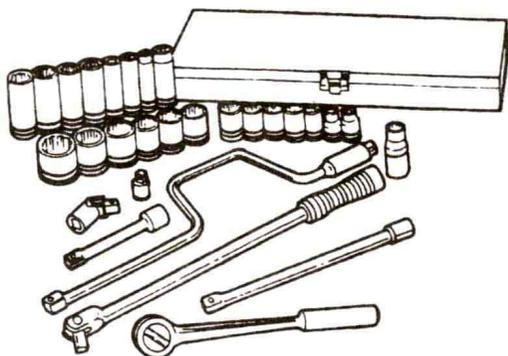

图1-8 各种标准型套筒和加深型套筒、棘手加长柄、活动手柄
(5) 各种标准型套筒和加深型套筒、棘手加长柄、活动手柄，如图 1-8 所示。套筒扳手是使用最方便灵活且安全的工具。使用中螺帽的棱角不易被破坏，可以任意组合使用，特别是在操作空间较小的地方，只有使用套筒扳手才能解决问题。